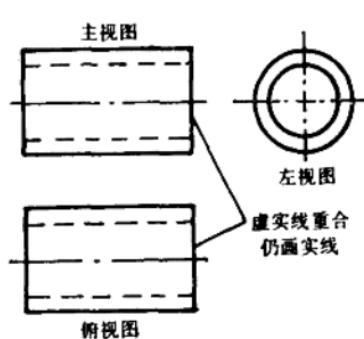

图 1-1 短管的三视图
(1) 短管三视图 如图1-1所示，主视图和俯视图为长方形的轮廓线，但短管内壁投影要画成虚线。左视图为两个同心的圆。